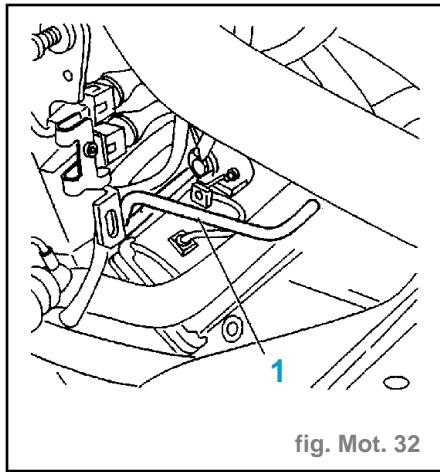

fig. Mot. 32
- Piger le volant-moteur (fig. Mot. 32).
- Piger le volant-moteur à l'aide de la puge (1) (fig. Mot. 32).
- Déposer l'outil (1) (fig. Mot. 32).
- S'assurer du calage correct de la pompe en reposant la pique de vilebrequin (1) (fig. Mot. 32).